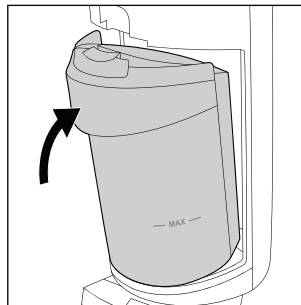

Fig. 30
- ◆ Volte a fixar o reservatório de água suja **2** no aparelho, inserindo primeiro a base do reservatório de água suja **2**. Em seguida, desloque o reservatório de água suja **2** na direção do aparelho, até o reservatório de água suja **2** encaixar de forma audível no aparelho (ver fig. 30).